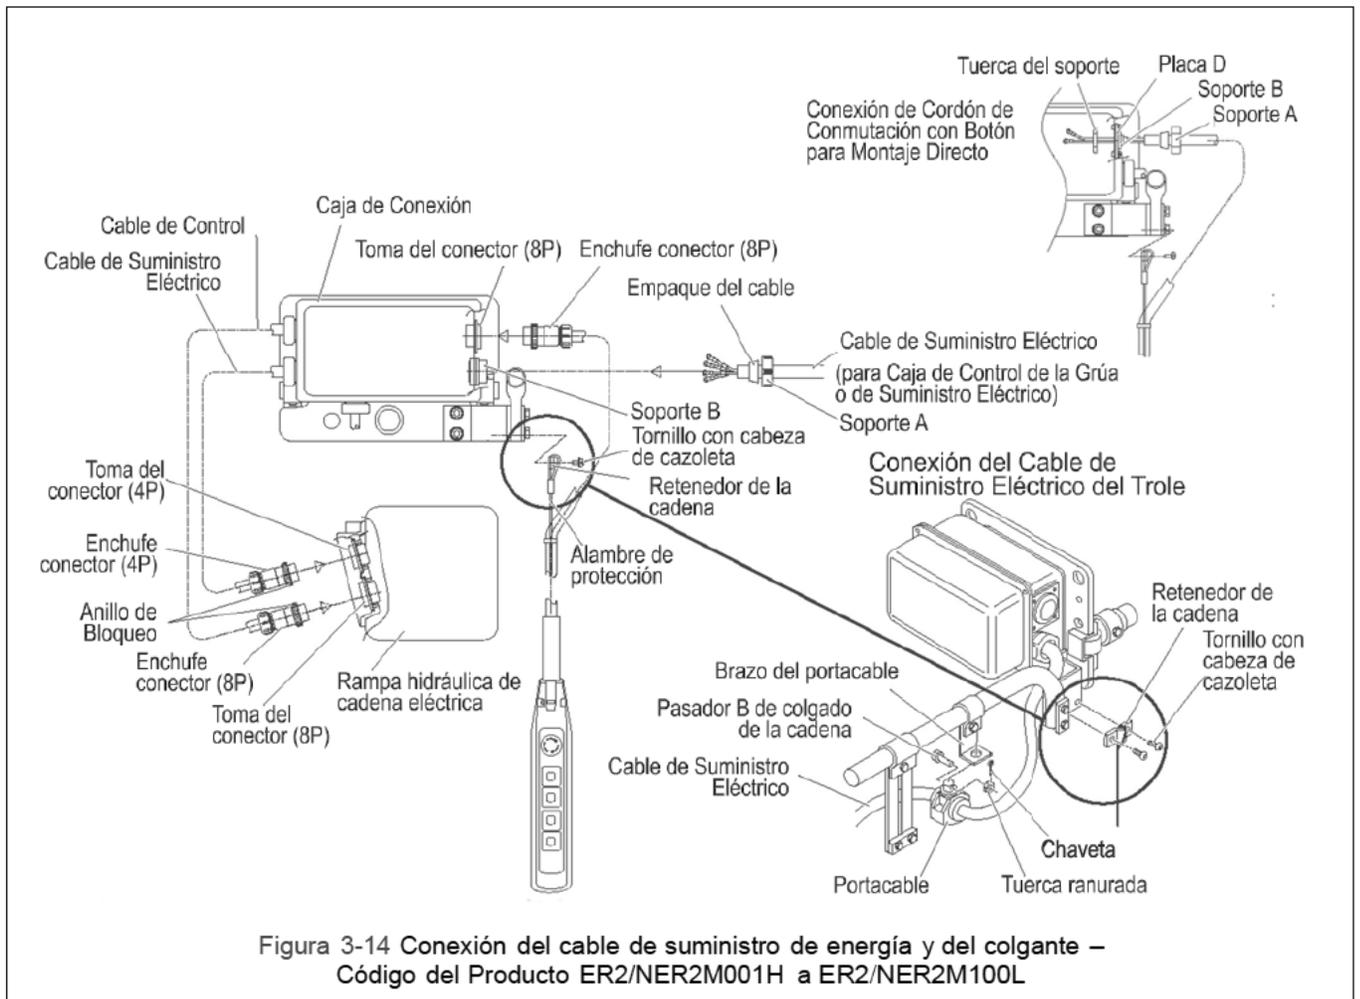

Figura 3-14 Conexión del cable de suministro de energía y del colgante – Código del Producto ER2/NER2M001H a ER2/NER2M100L
- 1) Consulte la Figura 3-14 o 3-15 dependiendo del código de producto del trole/polipasto.
- 1) Consulte la Figura 3-14 o 3-15 dependiendo del código del producto del trole/polipasto.